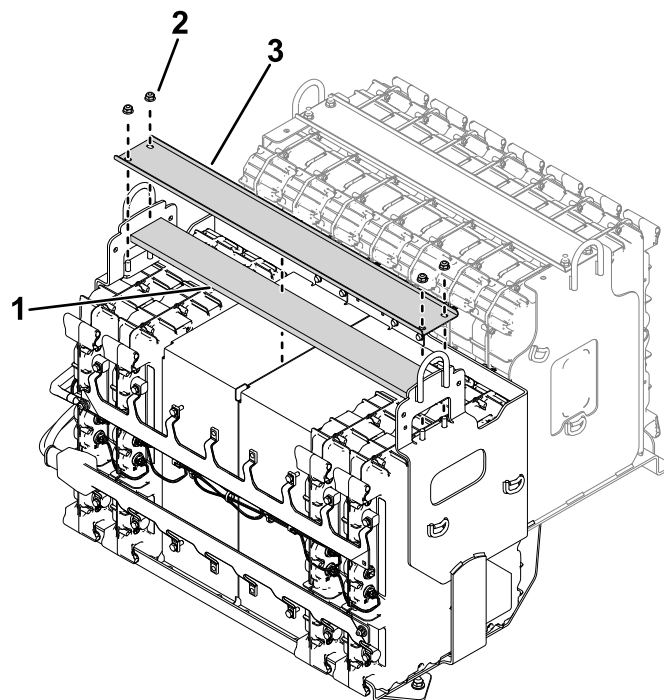

図 1
1. バッテリー 4 本を収納しているバッテリー搭載部から、チャンネルサポートとウレタンパッドを取り出す 図 1。
7. チャネルサポートとウレタンパッドを取り付ける 図 1 を参照。